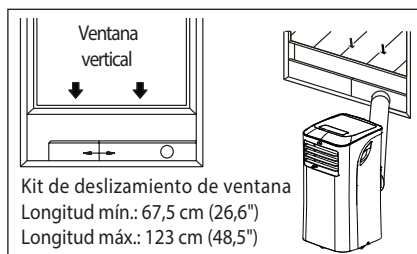

Fig. 8
5. Acople el adaptador B al kit de deslizamiento de la ventana y cierre. (Fig. 8 y 9)